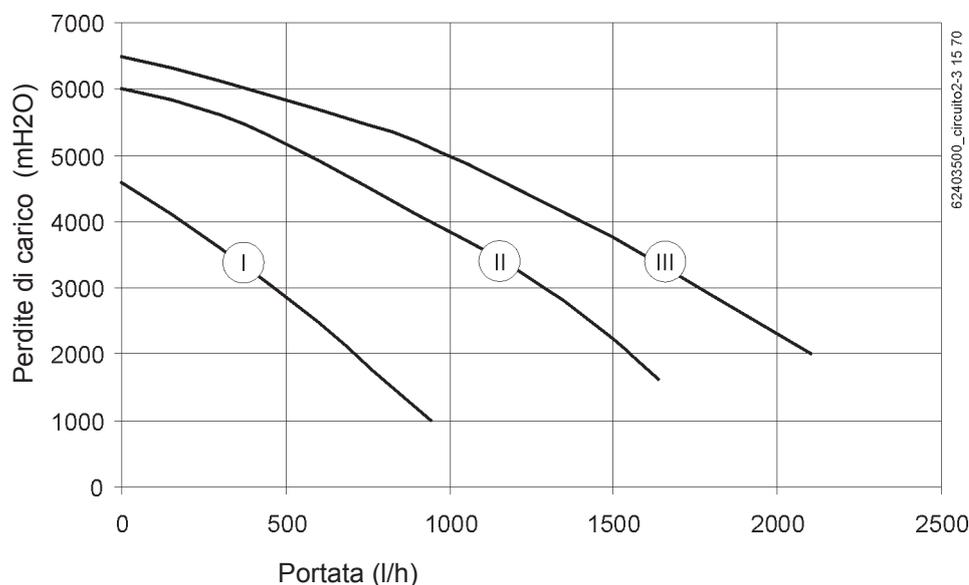

Figura 18 - Curva del CIRCUITO diretto con pompa Grundfos (15/70)
Il CIRCUITO 2 (particolare 20) è diretto per alta temperatura (vedere curve caratteristiche figura 18);
Il CIRCUITO 2 (particolare 20) è diretto, per alta temperatura (vedere curve caratteristiche figura 18);
Il CIRCUITO 3 (particolare 21) è diretto, per alta temperatura (vedere curve caratteristiche figura 18);
S.I.M. O -- Con questo modello di separatore si può realizzare un impianto per il riscaldamento centralizzato a tre circuiti diretti (vedere curve caratteristiche figura 18);
S.I.M. Q -- Con questo modello di separatore si può realizzare un impianto per il riscaldamento centralizzato a due circuiti diretti (vedere curve caratteristiche figura 18);
Legenda figura 18
Nel caso di S.I.M. "E", "F", "M" ed "N" i raccordi "3" e "4" di figura 18 coincidono con la mandata ed il ritorno per il recupero del calore solare.